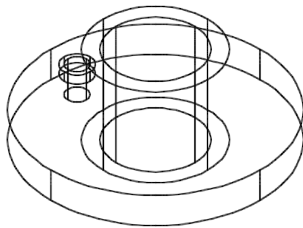

图 14-28 “移动”小圆柱示例
6) 选择“修改”面板→“移动”命令, 选取 $\phi 10$ 小圆柱为移动对象, 移动距离 10, 或捕捉 $\phi 7$ 的圆心, 完成移动, 如图 14-28 所示。